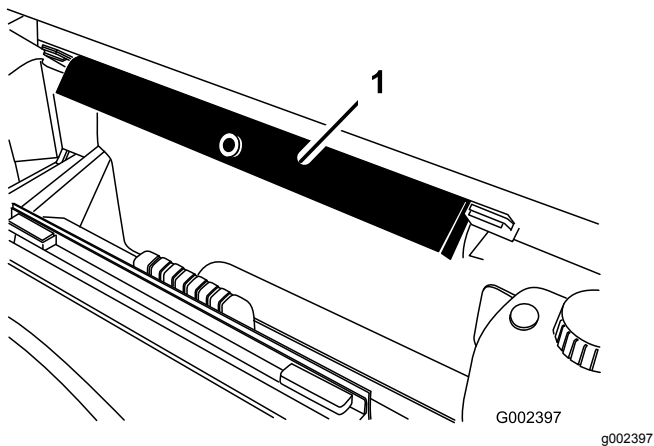

Рисунок 97
8. Выньте опору кузова из кронштейнов для хранения на задней стороне панели конструкции ROPS (Рисунок 97).